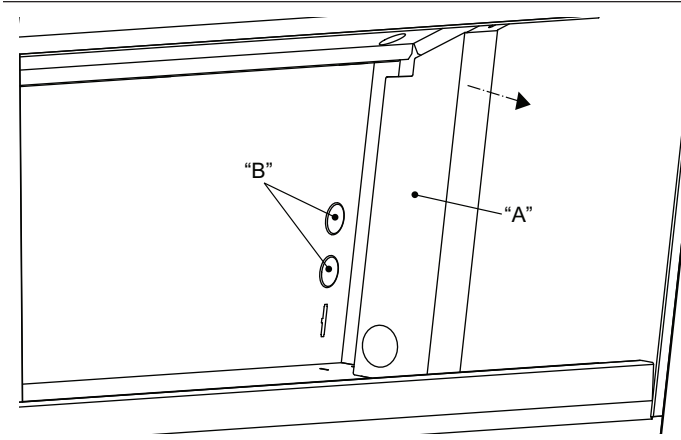

Figure 8 : Passe-câbles de la boîte de connexion
- Enlevez le couvercle de la boîte de connexion qui recouvre les fils (consultez la Figure 8 à la page 31).
- Enlevez les entrées défonçables circulaires (Figure 8 à la page 31).
1. Enlevez le couvercle de la boîte de connexion qui recouvre les fils (*consultez la Figure 8 à la page 31*).
2. Enlevez les entrées défonçables circulaires (*Figure 8 à la page 31*).